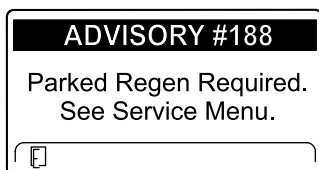

Рисунок 44
- Требуется стационарная регенерация ИНФОРМАЦИОННОЕ СООБЩЕНИЕ № 188 (Рисунок 44)